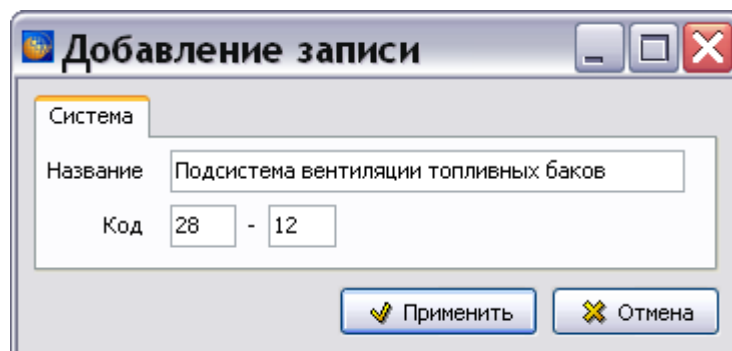

Рисунок 523
- 2) В окне **Добавление записи** введите название и код системы (рисунок 523).